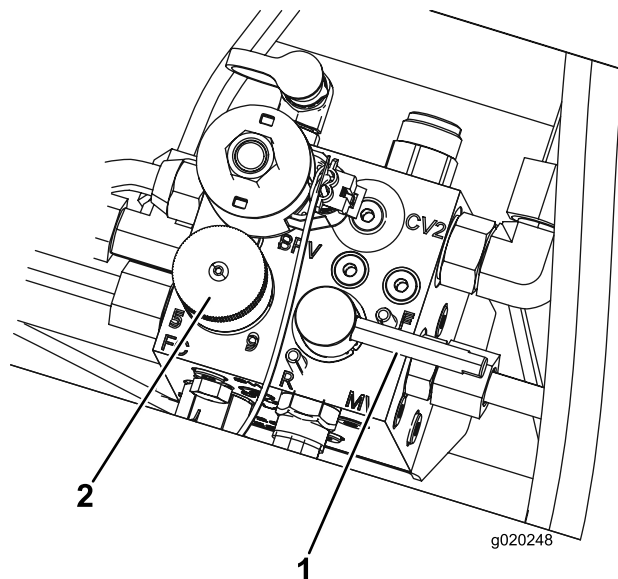

図 101
- バックラップレバーをF刈り込み位置にセットする 図 101。